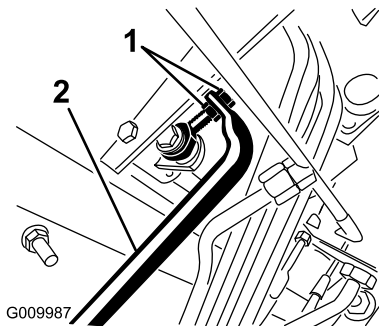

Figura 71
4. Ajuste as porcas de segurança na extremidade da barra da bomba para mover o tubo de controlo da bomba para a frente e eliminar o risco de deslizamentos para a frente e para trás (Figura 71).